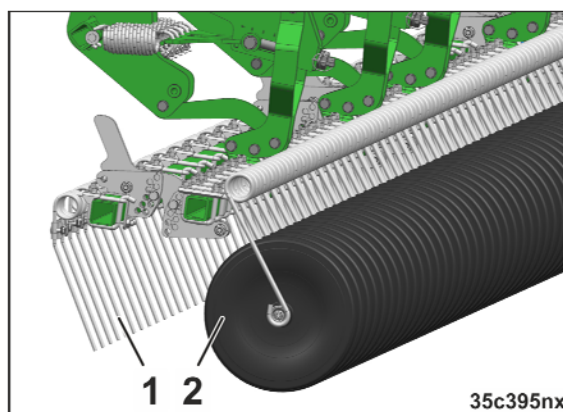

Fig. 90
- harrow tines (Fig. 90/1),
- press rollers (Fig. 90/2).